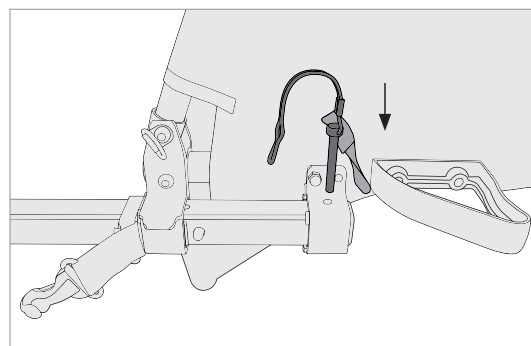

Abbildung 10
2. Den Halterungsstift von oben durch die aufeinander ausgerichteten Bohrungen von sowohl Deichselaufnahme als auch Deichsel einführen (Abbildung 10).